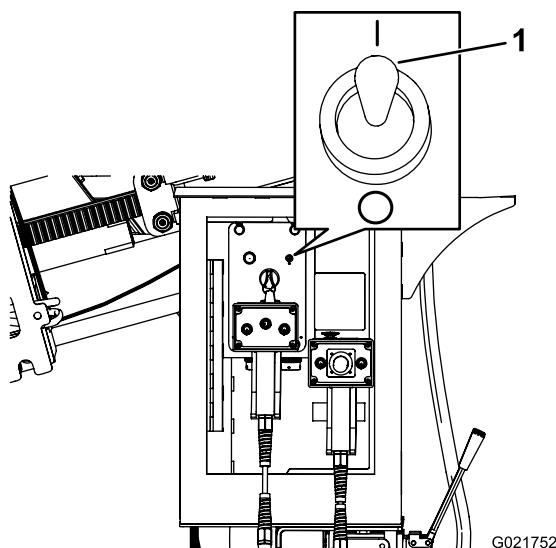

Figure 120
6. Placez la commande du tuyau d'arrosage auxiliaire en position de MARCHE (I) (Figure 120).